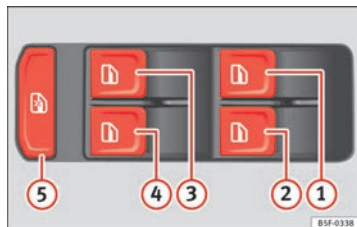

Fig. 60 Detalle de la puerta del conductor: mandos para las ventanillas (vehículo de 5 puertas con elevallunas eléctricos anteriores y posteriores).
Las teclas ⇒ fig. 60 ①, ②, ③ y ④ tienen dos posiciones para la apertura de las ventanillas y otras dos para el cierre. De este modo es más fácil controlar las operaciones de apertura y cierre.